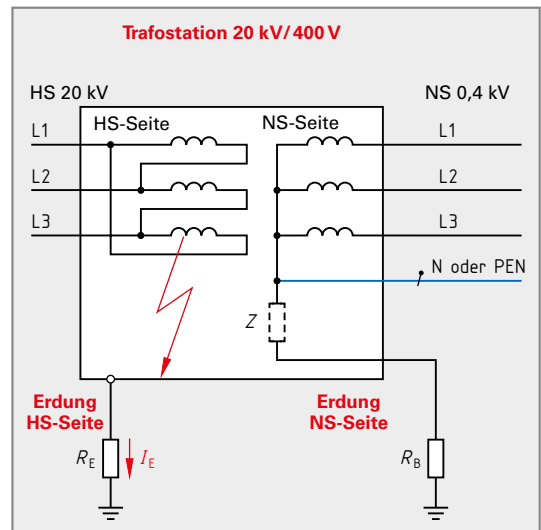

Bild 2: Transformatorstation für Übergang Hochspannungsnetz zu Niederspannungsnetz
4. In der Transformatorstation nach **Bild 2** kommt es zu einem Körperschluss. Unterscheidet sich dessen Auswirkung von der des Körperschlusses der Transformatorstation nach Bild 1? Begründen Sie Ihre Antwort.